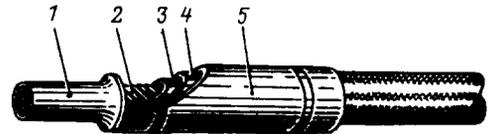

Рис. 58. Заделанный провод в гильзовый наконечник:
7. При замене проводов, а также при нарушении заделки проводов возникает необходимость выполнить заделку провода в гильзовые или пластинчатые наконечники, а также в контакты штепсельных разъемов. Основным методом заделки медных проводов в наконечники в полевых условиях является пайка. Образцы заделки проводов в наконечники и в контакты штепсельных разъемов показаны на рис. 58—61.